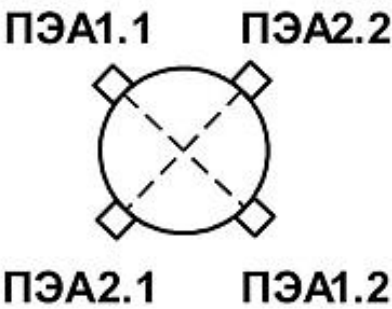

Рис.2 - Расположение пар ПЭА по сечению трубопровода при двухлучевом способе зондирования потока жидкости.
1.5.1.5 Зондирование потока жидкости производится двумя лучами (рис.2).